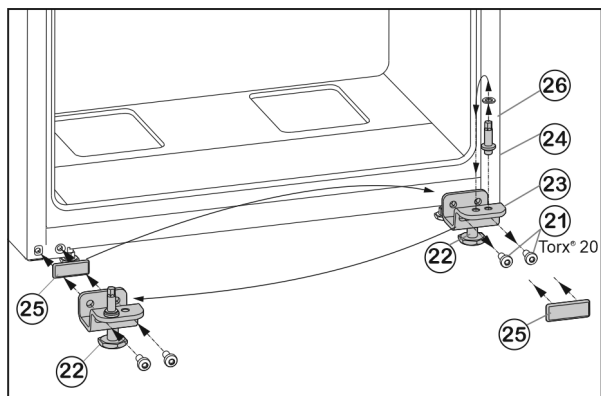

Fig. 9
- ▶ Keerake kinnituskruvid Fig. 9 (21) välja.
- ▶ Võtke alumine laagripukk Fig. 9 (23) tervikuna koos laagripoldi Fig. 9 (24), seibi Fig. 9 (26) ja seadejalaga Fig. 9 (22) maha.
- ▶ Keerake laagripolt Fig. 9 (24) tervikuna koos seibiga Fig. 9 (26) välja, paigutage vastasküljel laagripuki kinnitussavasse ümber ning kruvige taas kinni.
- ▶ Võtke katteplaat Fig. 9 (25) ettevaatlikult maha ja paigutage vastasküljele ümber.
- ▶ Kruvige alumine laagritugi Fig. 9 (23) tervikuna koos laagripoldi Fig. 9 (24), seibi Fig. 9 (26) ja seadejalaga Fig. 9 (22) akutrelli kasutades uuel šarniiriküljel uuesti tugevasti (4 Nm) külge.
- ▶ Asetage uks ülaltpoolt laagripoldile Fig. 9 (24).
- ▶ Keerake seadejalga Fig. 9 (22) alumisest laagritoest Fig. 9 (23) välja, kuni ta toetub vastu pörandat.